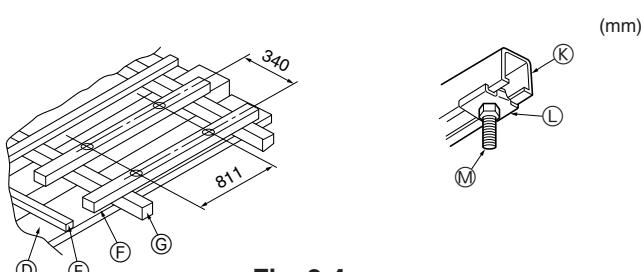

Fig. 2-4
- ① Estruturas de madeira (Fig. 2-4)